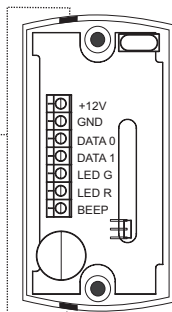

Рис. 2
3. В зависимости от того в какую сторону прокладывается кабель подключения считывателя, удалите тонкую перемычку отверстия в корпусе и проложите в него кабель, рис.2.